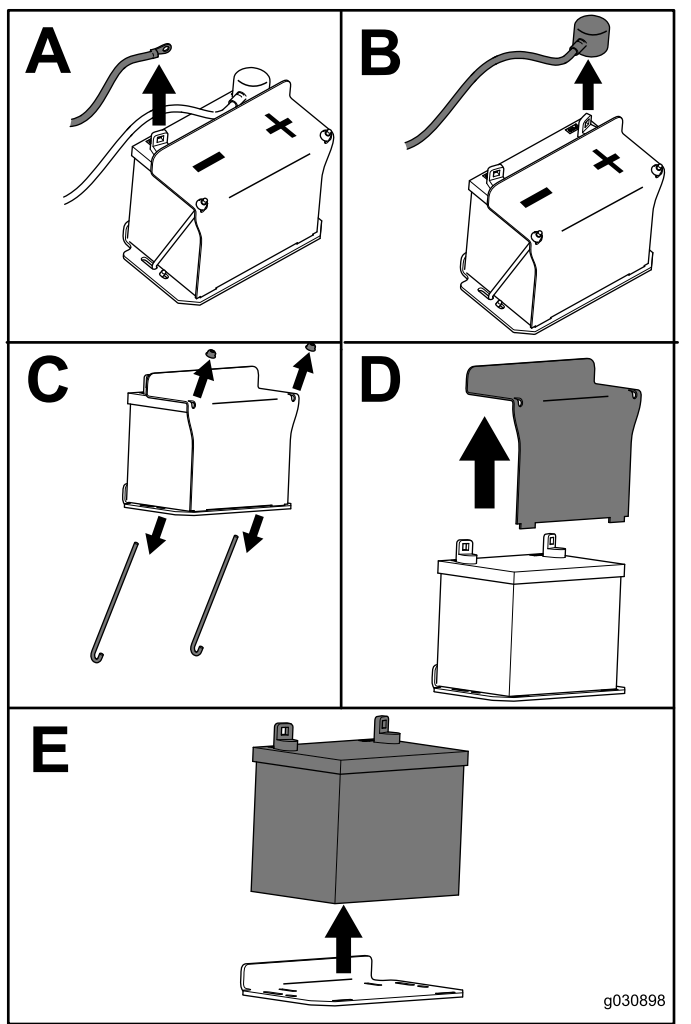

Figura 53
3. Rimuovete la batteria come illustrato nella Figura 53.